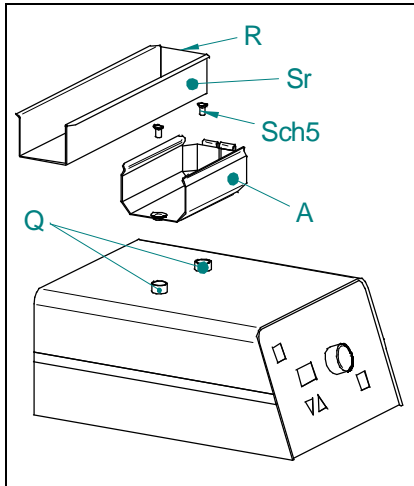

図 4
- * ネジSch5を使用して、ピンQにシュートホルダーAを固定してください。図 4
- * ホッパー保持具Rを支柱Sに取付けます。図 4